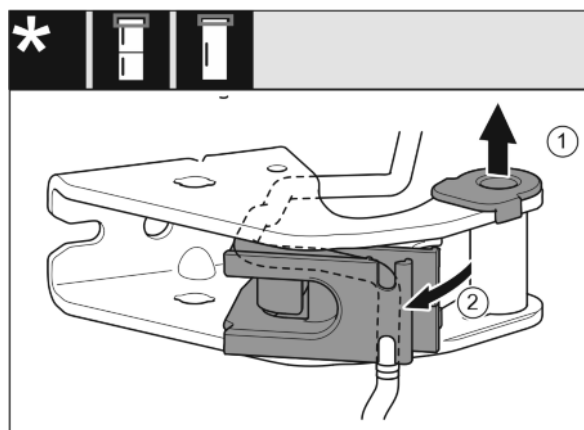

Fig. 21
- ▶ Ležajno dozo povlecite iz vodila. *Fig. 21 (1)*
- ▶ Držalo kabla obrnite navzven. *Fig. 21 (2)*